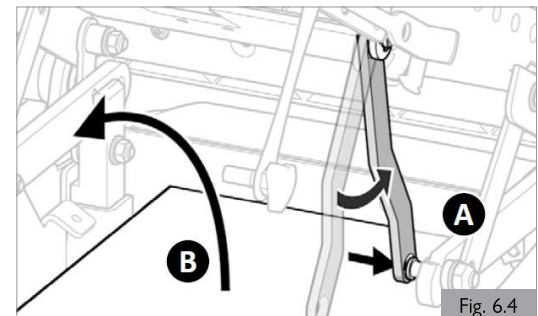

Fig. 6.4
4. Una vez asegurada (Fig. 6.4 - A), levante la tapa de la caja de la batería, (Fig. 6.4 - B).